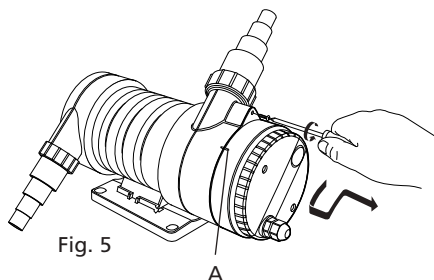

Fig. 5
- i) Wyjąć wkręt mocujący głowicę elektryczną (patrz rys. 5). Przekreślić głowicę w lewo (kierunek przeciwny do ruchu wskazówek zegara), wyciągnąć. A następnie przekreślić w prawo (zgodnie z ruchem wskazówek). Głowicę można wówczas łatwo wyciągnąć z korpusu.
- v) Zmontować głowicę z korpusem. Posługując się znacznikami ustalającymi (patrz rys. 5) docisnąć razem obie części, przekręcając w lewo, aż zaskoczą, po czym przekręcić w prawo. Występną w wkręcie powinien znaleźć się we właściwym miejscu, aby umożliwić zamocowanie wkrętu ustalającego.